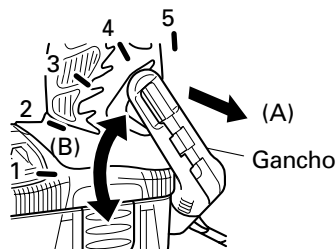

Fig. 7
(1) Operación del gancho
- Extraiga el gancho hacia sí en la dirección de la flecha (A) y gírelo en la dirección de la flecha (B). (Fig. 7)
- (2) La dirección de la luz se puede ajustar dentro del alcance de las posiciones 1 - 5 del gancho. (Fig. 7)